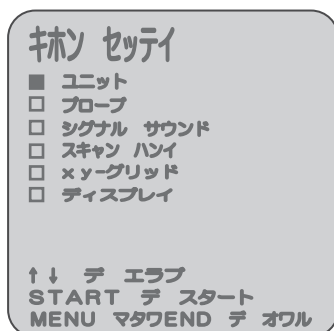

図16
7. 6. 基本設定は、 キホン セッテイにカーソルを合わせSTRATキーを押してください。図16が表示されます。
7. 6. 1. 単位の設定は、図16を表示させたあと、 ユニットにカーソルを合わせSTARTキーを押してください。
7. 6. 2. プローブの設定は、図16を表示させたあと、 プローブにカーソルを合わせSTARTキーを押してください。
7. 6. 3. サウンドの設定は、図16を表示させたあと、 シグナル サウンドにカーソルを合わせSTARTキーを押してください。図19表示されます。
7. 6. 4. 測定範囲の設定は、図16を表示させたあと、 スキャン ハンイにカーソルを合わせSTARTキーを押してください。図20が表示されます。 \* Model Scanlogのみ
7. 6. 5. 測定間隔の設定は、図16を表示させたあと、 xy-グリッドにカーソルを合わせSTARTキーを押してください。図21が表示されます。 \* Model Scanlogのみ
7. 6. 6. ディスプレイの設定は、図16を表示させたあと、 ディスプレイにカーソルを合わせSTARTキーを押してください。図22が表示されます。 \* Model Scanlogのみ